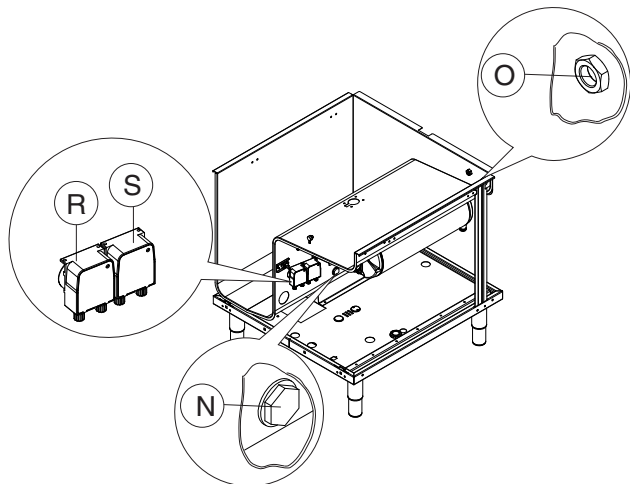

Figura 17 Preparación de los dosificadores automáticos
1. Lavavajillas con bomba dosificadora de detergente incorporada (Figura 17).
2. Lavavajillas con bomba dosificadora de abrillantador peristáltica incorporada (Figura 17).
Preajuste para dosificador automático de detergente (Figura 17)